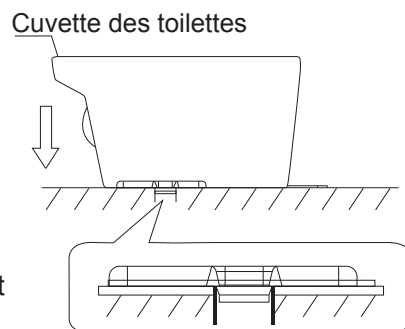

Figure 2
2. Installez soigneusement la cuvette sur la douille, (voir figure 2)